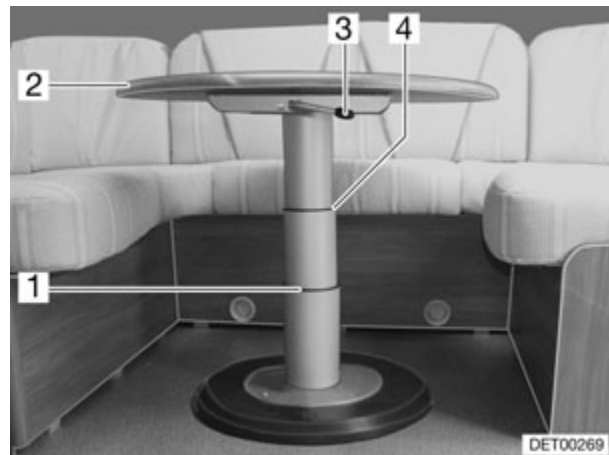

Fig. 53 Mesa elevadora del grupo de asientos circular
- ▷ La mesa elevadora no está fijada al suelo. Antes de comenzar el viaje, empujar la mesa elevadora hasta el tope superior (Fig. 53,4) y fijarla con la correa suministrada en los bancos de asiento.
- Girar la palanca de bloqueo (Fig. 53,3) hacia la izquierda. El cierre está abierto.
- Presionar el tablero de la mesa (Fig. 53,2) por el centro hacia abajo hasta el tope deseado (Fig. 53,1 o 4) y manténgalo presionado.
- Girar la palanca de bloqueo (Fig. 53,3) hacia la izquierda. La mesa elevadora está bloqueada.